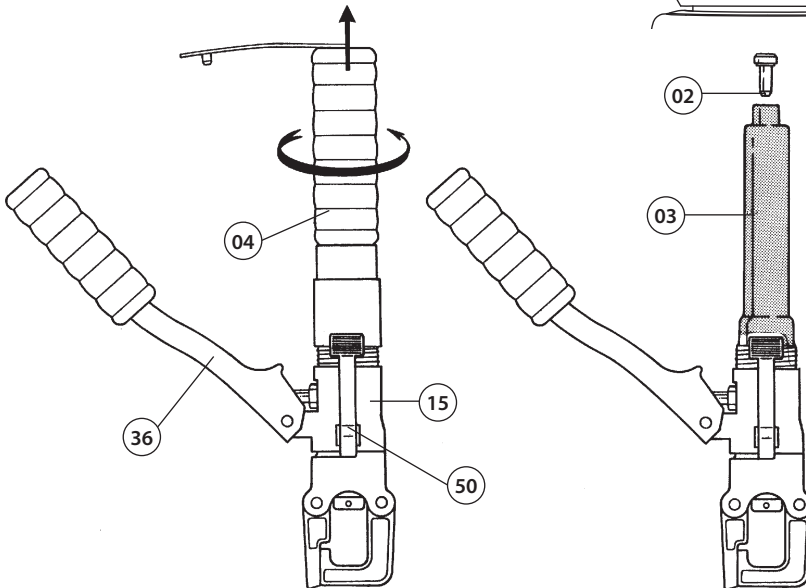

FIG. 3 TOOL POSITION FOR MAINTENANCE OPERATIONS
4. MANUTENZIONE (Rif. a Fig. 3)
- a – Capovolgere l'utensile e bloccarlo in una morsa in posizione verticale (Fig. 3) con il manico mobile (36) divaricato.
- b – Svitare dal corpo (15) il manico fisso (04) e sfilarlo completamente, mettendo in vista il serbatoio di gomma (03) dell'olio.
- c – Estrarre il tappo (02) del serbatoio dell'olio.
- d – Azionare tre o quattro volte il manico mobile (36), facendo avanzare il pistone (17).
- e – Rilasciare la pressione dell'olio tramite la leva (50), fino a che il pistone principale non sia arretrato completamente ed in modo che l'olio sia ritornato tutto nel serbatoio.